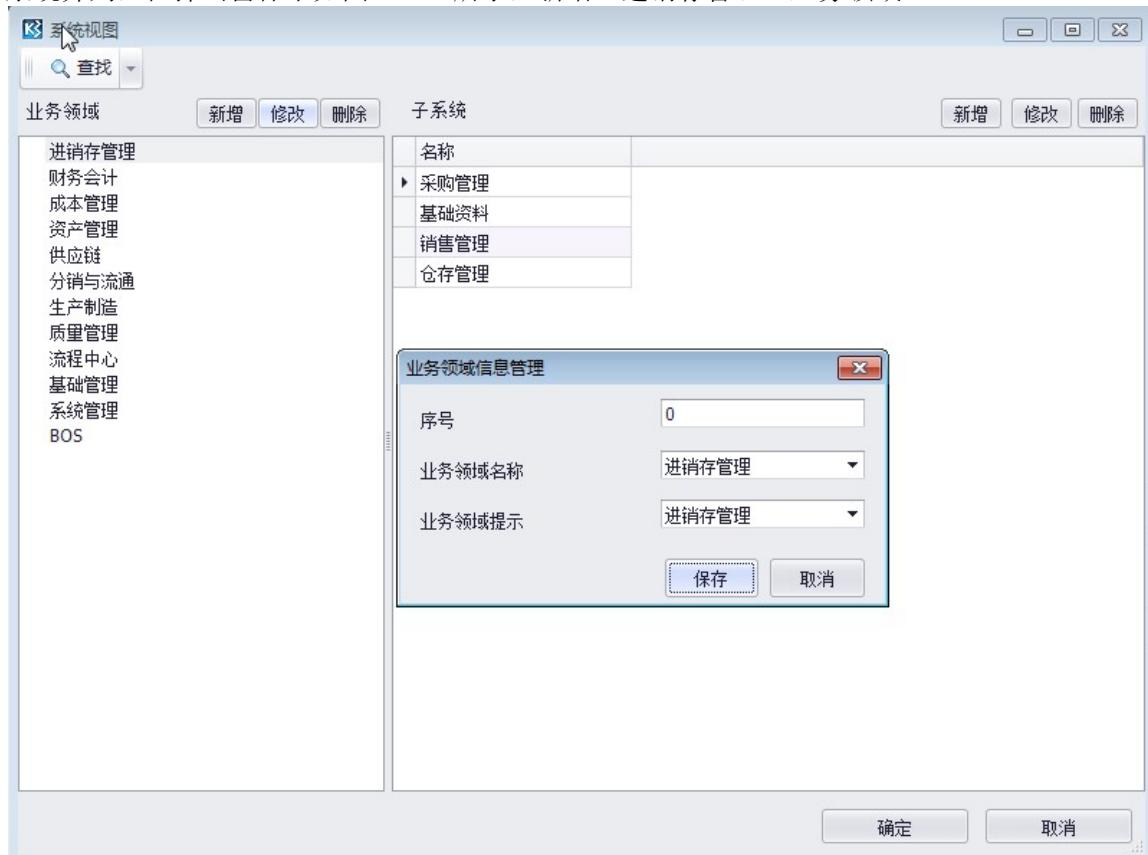

图 3-2-3 新增业务领域
- 4、在图 4-2-2 中的左上角“业务领域”点“新增”的按钮，可以新增业务领域，与财务会计、管理会计、供应链等系统并列，在弹出窗体中如图3-2-3 所示，新增“进销存管理”业务领域。